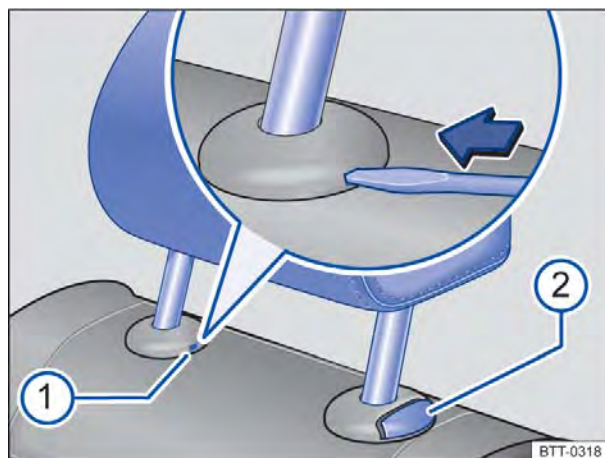

Fig. 46 Desinstalar o apoio para cabeça traseiro.
- Destravar o encosto do banco traseiro e rebater para frente Fig. 46 ⇒ Página 80.
- Pressionar a lâmina da chave de fenda na fenda da capa de cobertura Fig. 46 no sentido da seta e segurar nesta posição.
- Ao mesmo tempo, pressionar o botão Fig. 46 , enquanto outra pessoa retira totalmente o apoio para cabeça.
- Empurrar o apoio para cabeça para baixo com o botão Fig. 46 pressionado.
- Ajustar os apoios para cabeça de acordo com a posição correta no banco Fig. 46 ⇒ Página 75.